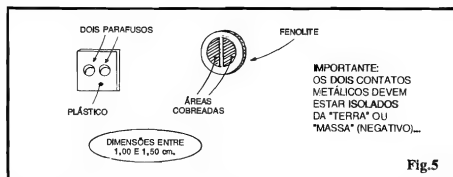

Fig.5
- 1 - Par de contatos metálicos para o **toque**, pequenos e afastados por no máximo 0,5 cm., podendo ser usados desde dois parafusinhos, sobre um substrato isolante qualquer, até uma mini-placa de Impreso, com suas pequenas áreas cobreadas adjacentes (VER FIG. 5)
- **FIG. 5 - A REALIZAÇÃO DOS CONTATOS DE TOQUE** - Para serem efetiva e facilmente acionados pelo simples "encostamento" de um dedo do operador, o par de contatos metálicos ligados aos pontos "C-C" da placa deve ser pequeno (fator que também facilita o seu "escondimento" ...). O diagrama dá duas sugestões básicas, mas muitas outras poderão ser imaginadas ou inventadas pelo Leitor/Hobbysta... No primeiro caso, dois parafusinhos (de preferência de aço ou latão, para evitar a oxidação) podem ser dispostos sobre um pequeno substrato de material isolante (plásti-